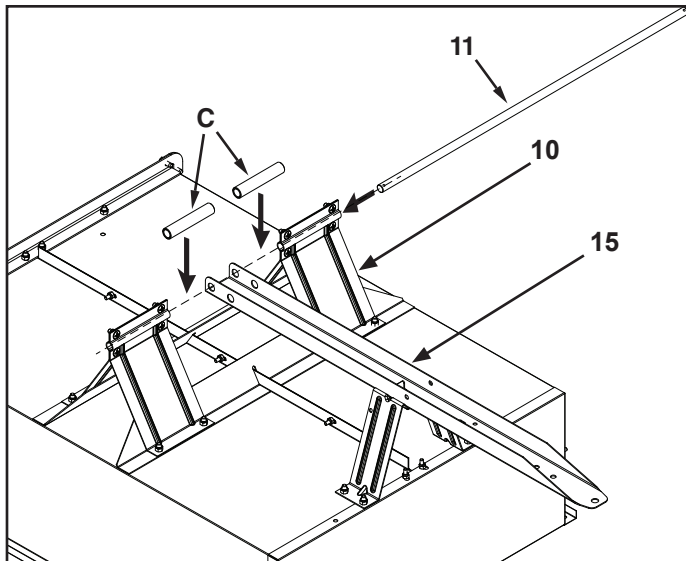

FIGURE 14
ÉTAPE 14 : (VOIR FIGURE 14)
- Installez l'essieu (11) à travers le support de roue (10), une entretoise (C), le trou arrière de la tige d'essieu de 5/8 po (15), une entretoise (C), puis le support de roue (10), comme illustré à la figure 14.